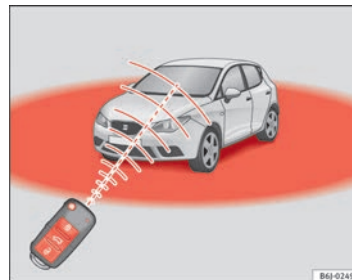

Abb. 47 Wirkungsbereich der Funk-Fernbedienung
Zudem blinkt die Batterie-Kontrollleuchte des Schlüssels  $\Rightarrow$  Abb. 47 auf.
- Die Funk-Fernbedienung funktioniert nur innerhalb ihres Wirkungsbereiches ⇒ Abb. 47.